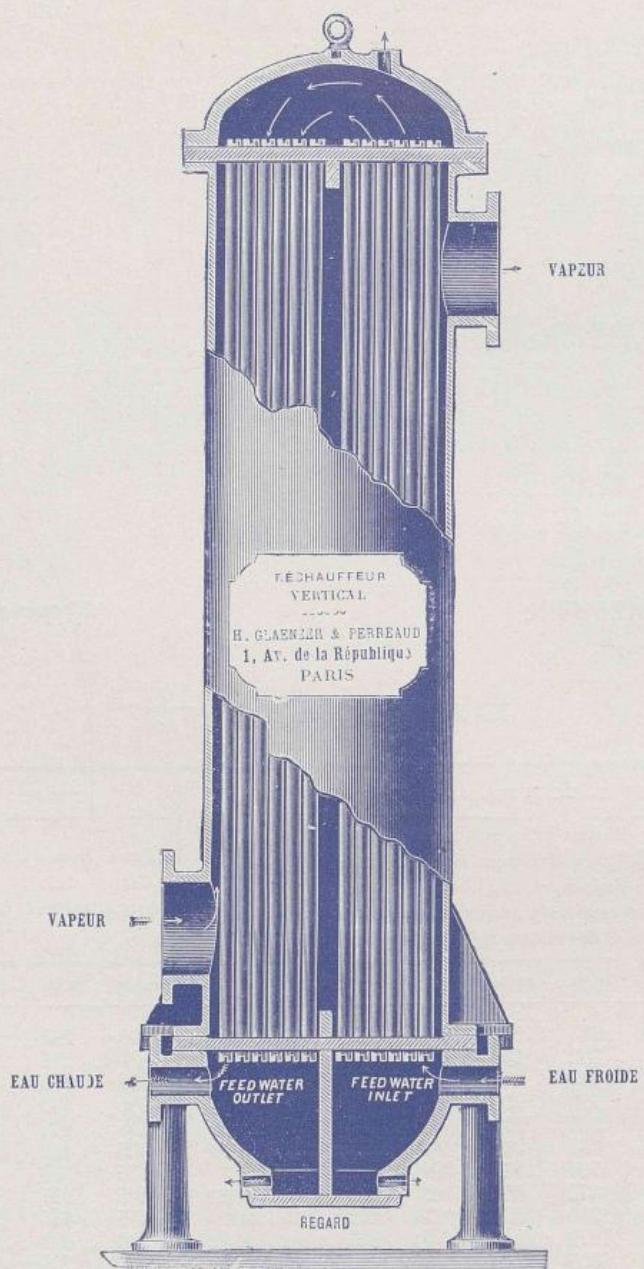

FIG. 777
**FAISCEAU TUBULAIRE.** — Nos différents modèles de réchauffeurs, tant horizontaux que verticaux, peuvent être établis avec faisceau tubulaire à **simples tubes** (fig. 777, 778 et 776), ou à **doubles tubes** (fig. 775).
**DÉTARTRAGE.** — Comme représenté figures 777 et 778, notre modèle vertical comprend à la partie inférieure de l'enveloppe une chambre permettant aux dépôts précipités lors du passage de l'eau dans le faisceau tubulaire de s'y déposer. Cette calotte est munie, à la partie inférieure, de bouchons de vidange facilitant l'évacuation de ces différents dépôts.
Le faisceau tubulaire est formé d'une série d'éléments se composant d'un tube pour les réchauffeurs des figures 777, 778 et 776 ; de deux tubes concentriques pour celui de la figure 775, **en cuivre étiré et étamé sur les deux faces**.